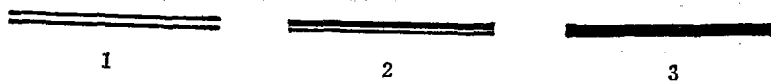

图 1-12
1.画墨线时，直线笔须紧靠尺边，并注意笔与纸面的角度，要始终保持一致（图1-11）。笔的移动速度要均匀，太快则线条会变细，太慢则线条会变粗。一条线最好一次画完，中途不要停笔。如果线太长或画长曲线，需要分几次画成时，应注意使接头准确、圆滑。画粗线时，可分几次画成，以免直线笔尖间空隙太大，流出墨水太多，使纸面起皱，影响画图质量（图1-12）。